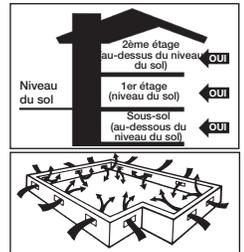

Figure 1
- Les vides sanitaires doivent se trouver à un minimum de 46 cm (18 po) entre le sol et le dessous des solives. Il est fortement recommandée d'utiliser un pare-vapeur consistant en un tapis de sol en une pellicule de polyéthylène noire de 6 à 20 mils dont les joints se chevauchent sur 15 cm (6 po) et sont fixés au moyen de ruban adhésif résistant à l'humidité. Le pourtour du vide sanitaire doit être pourvu d'un périmètre de ventilation équivalent à 1,5% de la surface au minimum. Les événements doivent être correctement placés de façon à assurer une ventilation transversale (figure 1). Selon les besoins, les codes locaux ont préséance.